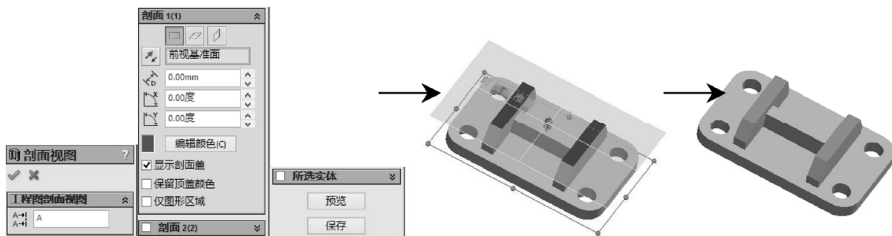

图 1-7 创建剖视图的操作
- “剖视图”按钮  单击该按钮后，将在“属性管理器”中显示“剖面视图”的属性设置操作界面，通过选择“剖面”，并输入不同的参数，单击“确定”按钮 ，可创建模型的剖视图，如图 1-7 所示。